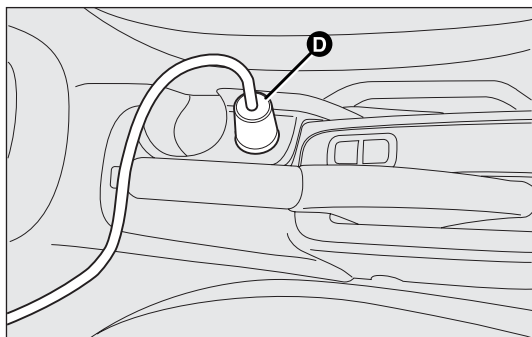
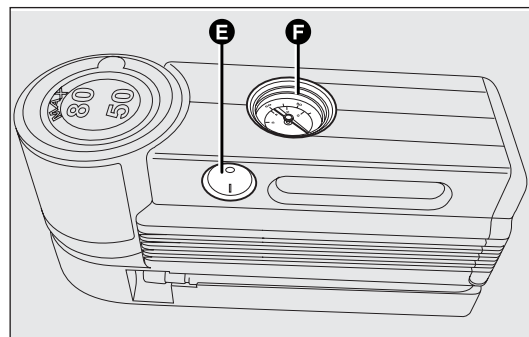

fig. 144
fig. 145
- ☐ asegúrese de que el interruptor D-fig. 145 del compresor esté en posición 0 (apagado), ponga en marcha el motor, conecte el enchufe D-fig. 144 en la toma de corriente y accione el compresor colocando el interruptor E-fig. 145 en posición I (encendido). Inflar el neumático de acuerdo con la presión indicada en el apartado Presiones de inflado en frío , en el capítulo Datos técnicos . Para obtener una lectura más precisa, se recomienda controlar el valor de la presión en el manómetro F-fig. 145 con el compresor apagado;